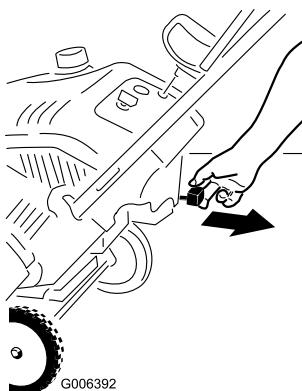
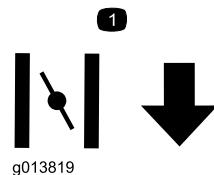

Figure 14
Figure 15
- Tirez la commande de starter (Figure 14 et Figure 15).